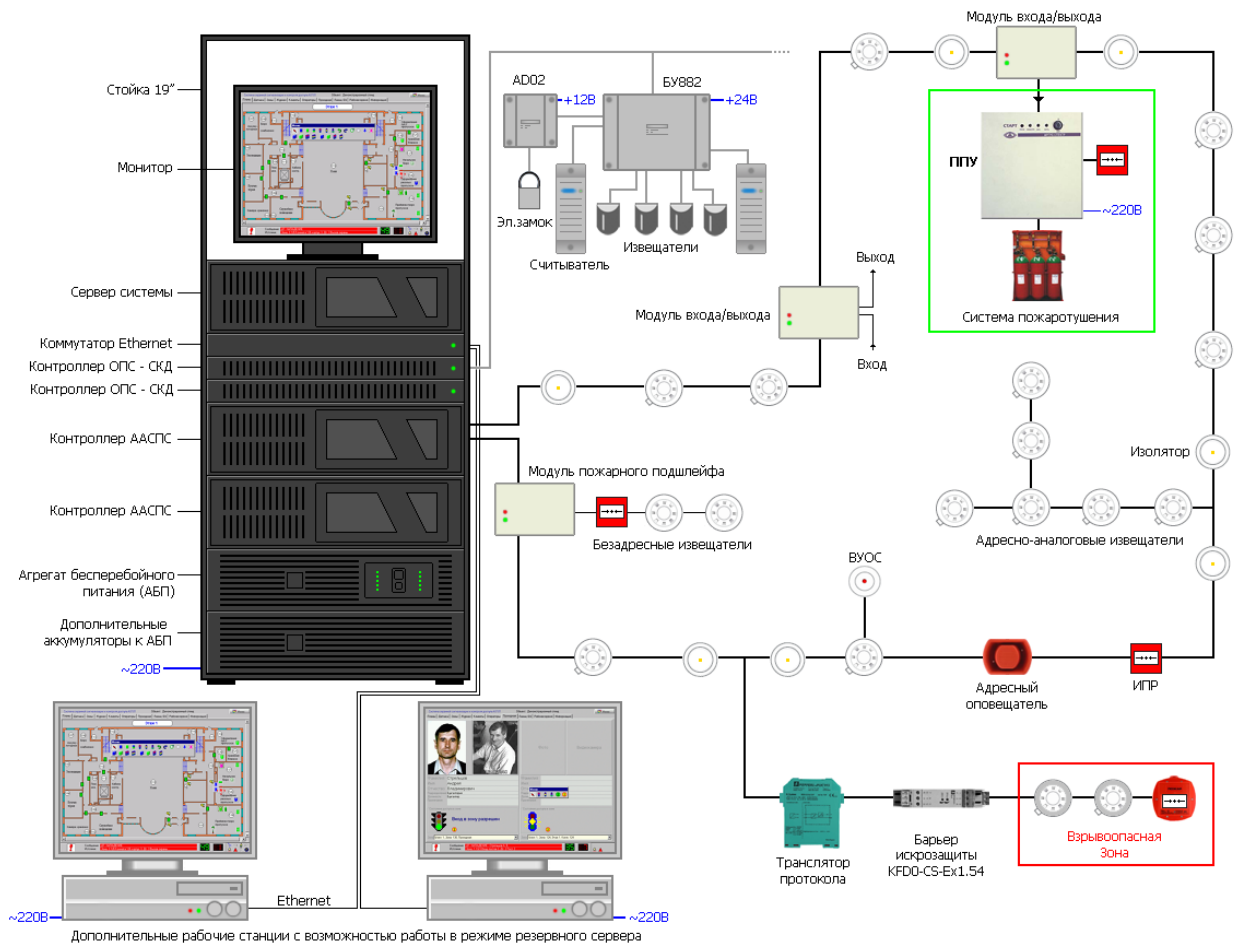

Рис. 3.3.
3.6. Адресно-аналоговые извещатели и адресные интерфейсные модули подключаются к кольцевому шлейфу СК (см. рис.3.3). На каждом из них выставляется адрес, уникальный в пределах шлейфа. Для отключения короткозамкнутых участков в кольцевом шлейфе устанавливаются устройства защиты - изоляторы короткого замыкания. Поврежденный участок, расположенный между двумя такими устройствами, исключается из адресного шлейфа, и шлейф продолжает функционировать в усеченном виде (см. «Изоляция коротких замыканий в системах ХР95»). Рекомендуется устанавливать изоляторы между 15 ... 20 извещателями. Изоляторы короткого замыкания выпускаются как отдельные изделия или входят в состав адресных модулей и адресно-аналоговых извещателей.
4.3. При составлении схемы подключения адресных приборов к сетевому контроллеру следует руководствоваться схемой на рис.3.3.или документом «Типовая конфигурации кольцевого шлейфа».